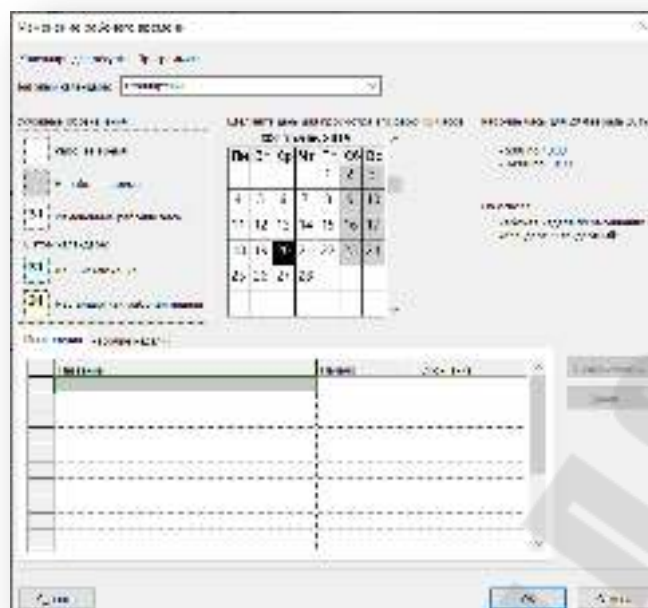

Рис. 2.28. Окно изменения рабочего календаря
5. Нажать кнопку *Изменить рабочее время* – откроется индивидуальный календарь ресурса (рисунок 2.28).